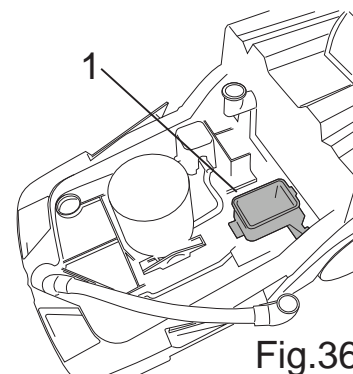

Fig.36
- Reinigen Sie das Innere des Drosselventils (Abb. 36, Pkt. 1), indem Sie mögliche Verkrustungen beseitigen, und spülen Sie mit Wasser nach, reinigen Sie die Dichtungen des Deckels mit einem weichen Tuch.